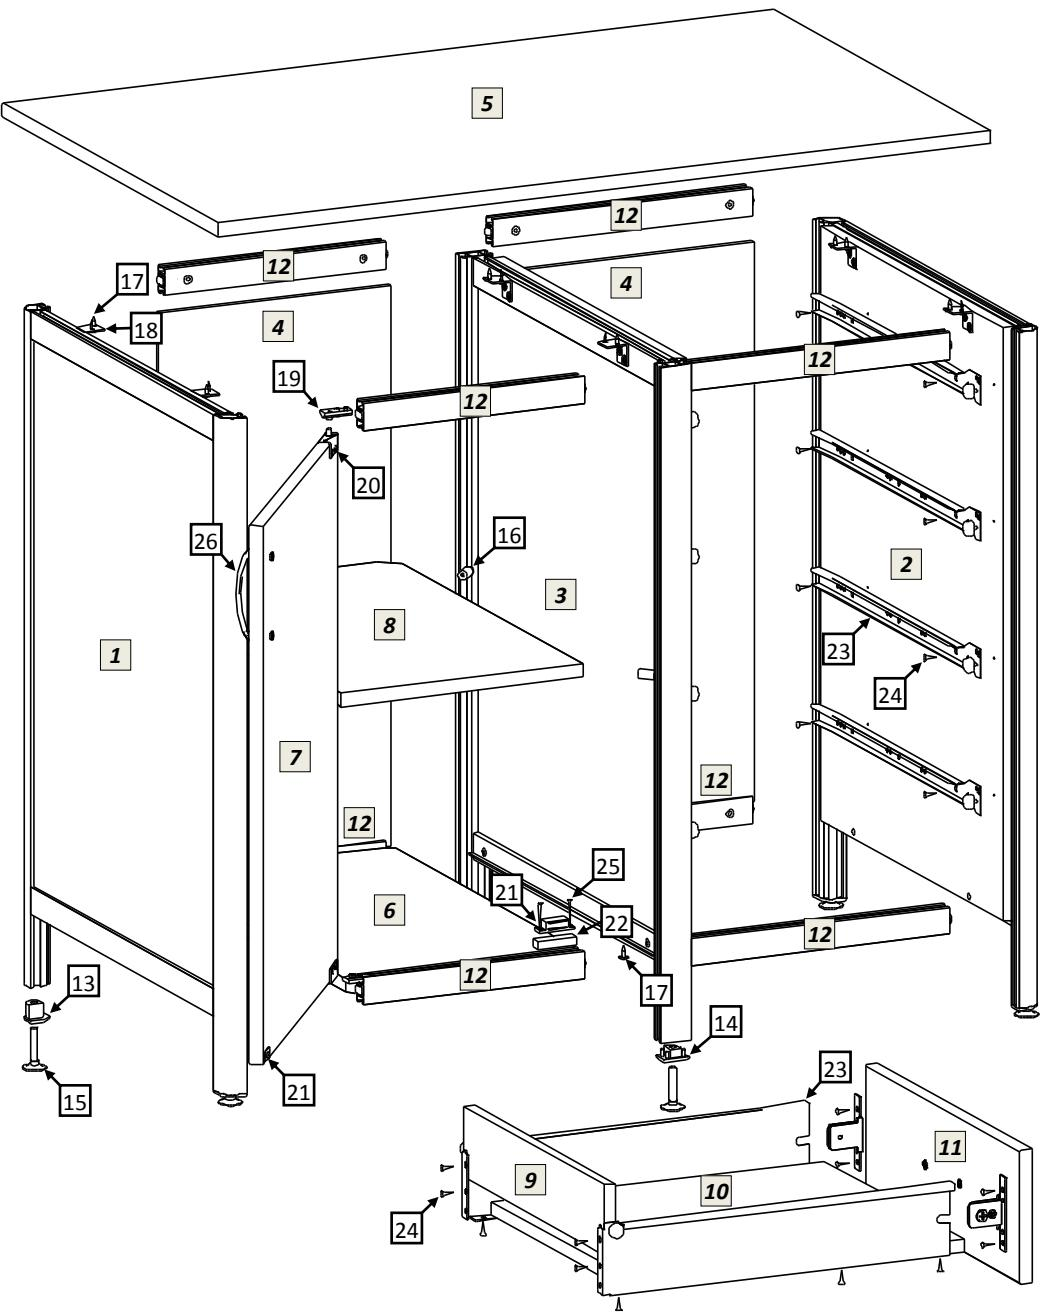

рис.1
- 5.1 Распаковав стол, внимательно ознакомьтесь со схемой сборки, изображённой на рис.1. Согласно позициям на схеме и комплектовочной ведомости определите расположение деталей в изделии и порядок их сборки. Сборка производится на ровном полу, укрытом материалом, предотвращающим повреждение покрытия пола и деталей мебели. Подготовьте необходимые для сборки инструменты – отвёртки, молоток, рулетку или линейку, гаечный ключ 12мм для регулировки опор, шуруповёрт.
- 5.6 Сборка выдвижных ящиков. Схема сборки ящиков показана на рис.1. Шурупами 4x16 соедините заднюю стенку, днище ящика и его фасад с металлическими боковинами направляющего механизма. На фасад ящика установите ручку. Установите в стол тумбу собранные ящики. При необходимости отрегулируйте зазоры винтами крепёжного фасадного элемента метабоксов.